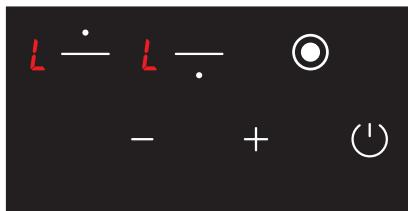

Рис. 20
- Когда варочная панель включена и блокировка клавиатуры активна, **L** будет отображаться на весь экран. (см. Рис. 20). Если какая-либо из конфорок горячая, значки **L** и **H** будут показаны по очереди. Только кнопку **(○)** можно использовать для включения и выключения варочной панели.